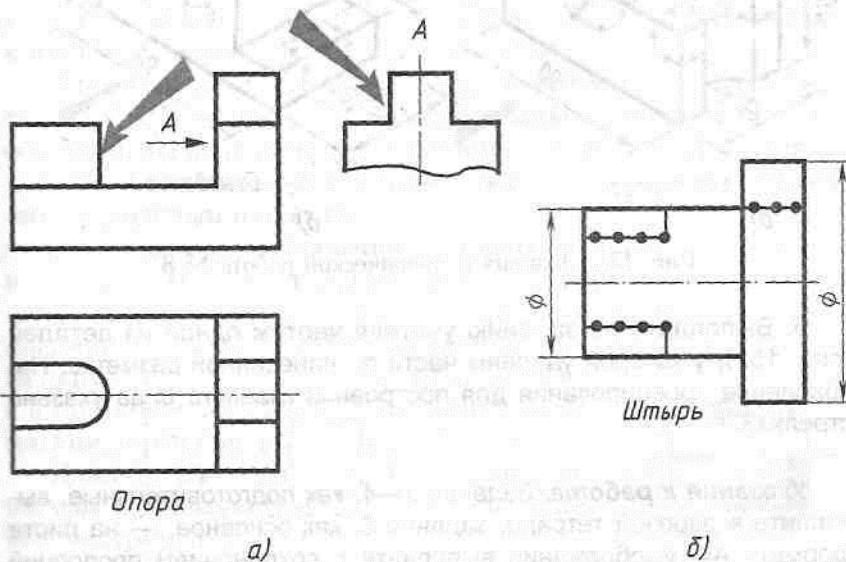

Рис. 149. Задания к графической работе № 8
1. Выполните технический рисунок детали (рис. 149, а), сделав вместо выступов, отмеченных стрелками, выемки такой же формы и размеров на том же месте.
2. С помощью точек на поверхности детали (рис. 149, б) показана разметка удаляемой части детали. Выполните технический рисунок измененной детали.